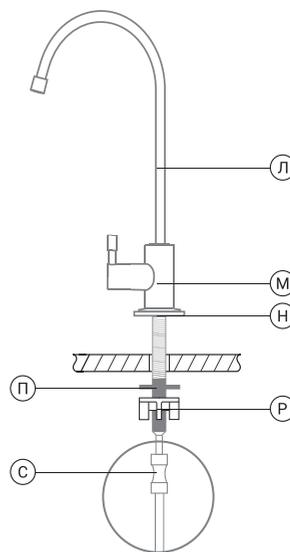

Рис. 17
2. Произведите монтаж крана (рис. 17) в следующей последовательности:
4. Фитинг 1/4" вместе с установленной в него трубкой подключите к штоку крана чистой воды (см. раздел «Присоединение трубок» и (рис. 17)).